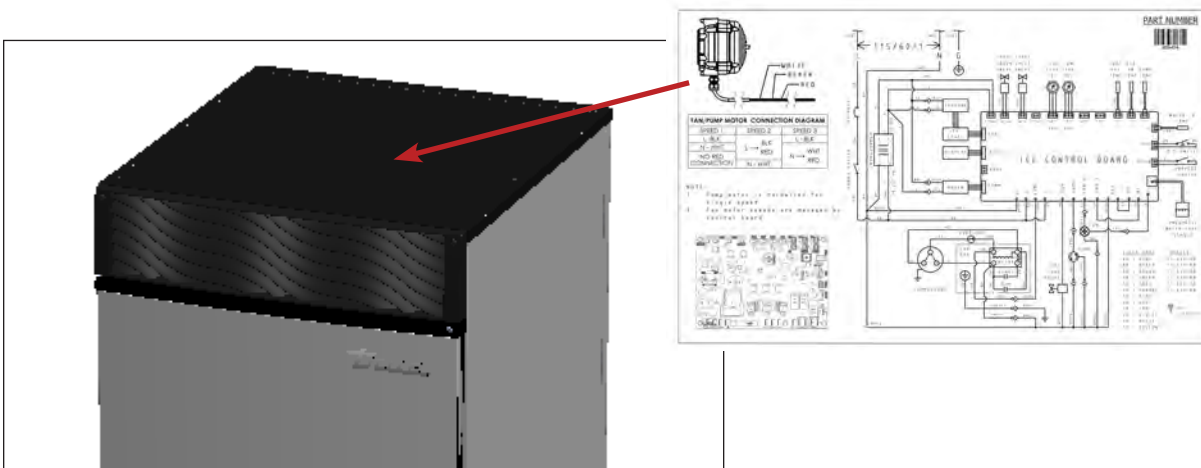

Fig. 1. Diagrama de cableado ubicado debajo del panel superior.
- Consulte el diagrama de cableado debajo del panel superior, como se muestra en la fig. 1. Para acceder, consulte “Extracción de paneles” (pág. 28).